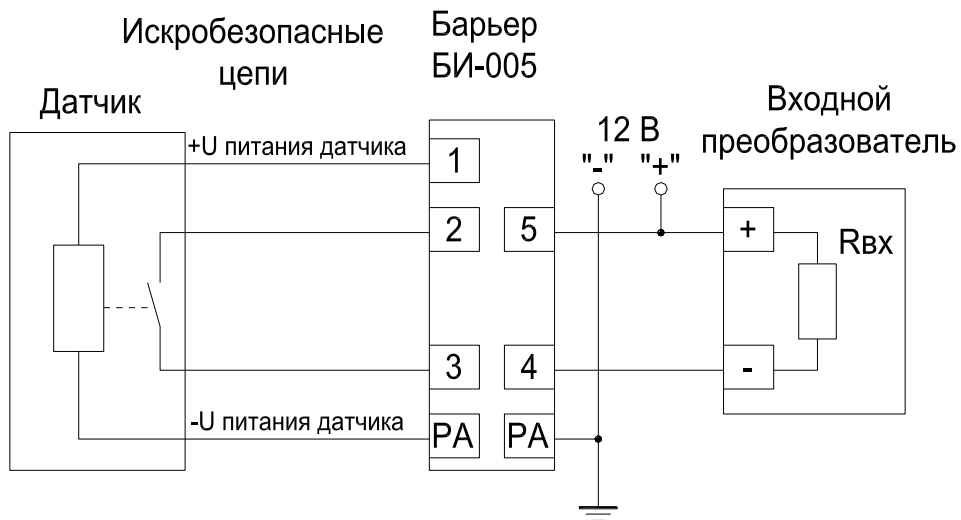

Рис. 2. Схема подключения активного датчика
- 4.2.2 На **Рис. 2** (см. **п. 9 «Схемы подключения»**) приведена схема подключения активного дискретного датчика, который имеет на выходе «сухой контакт».